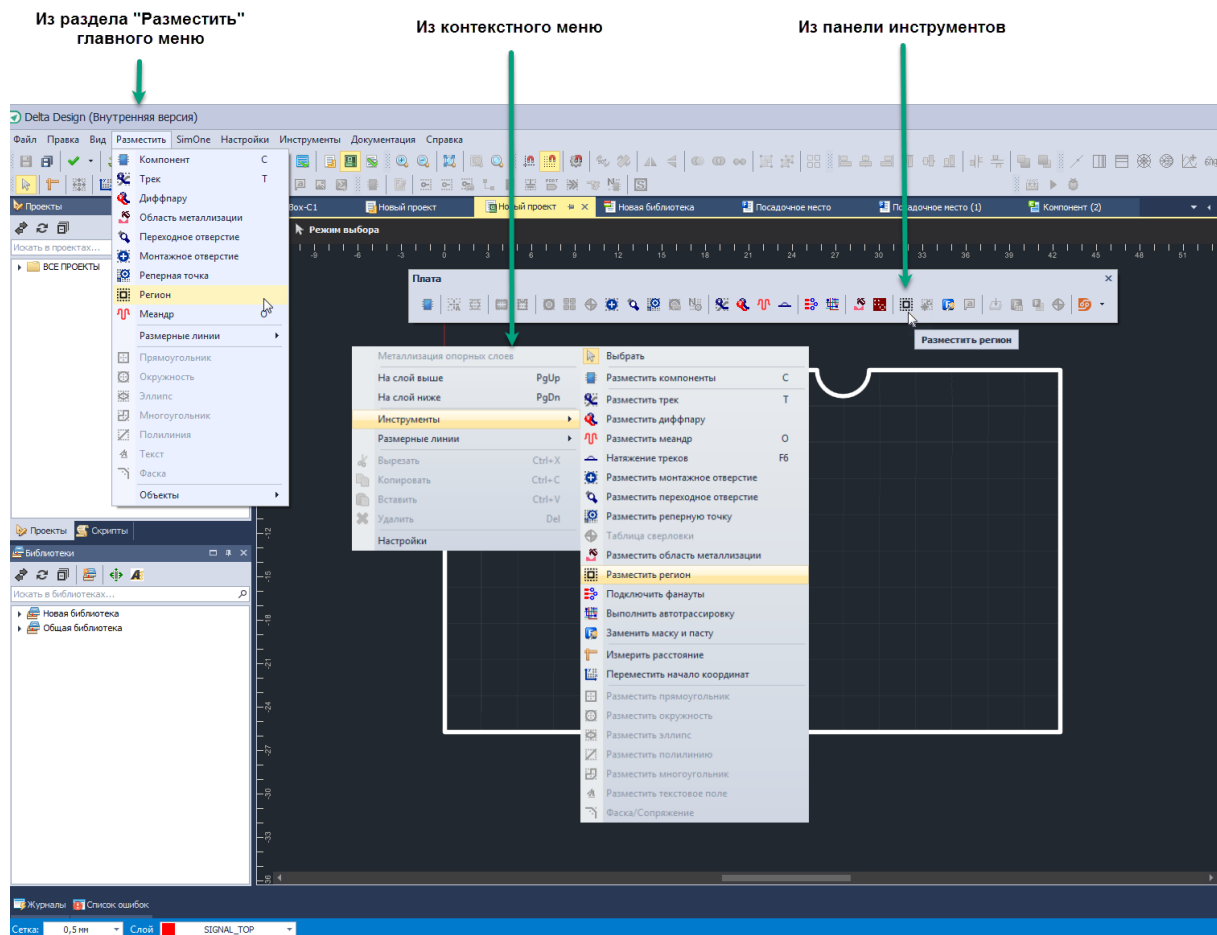

Рис. 119 Включение инструмента «Разместить регион»
1. Включить инструмент «Разместить регион», с помощью панели инструментов, либо с помощью контекстного меню, см. Рис. 119.